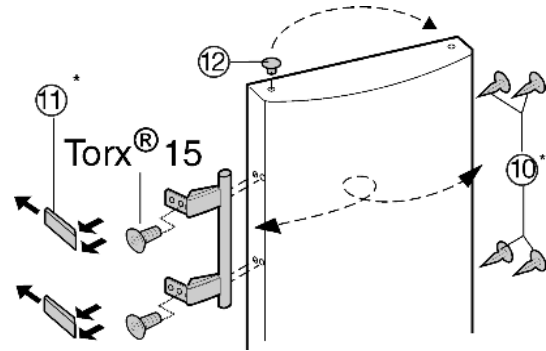

Fig. 8
- ▶ Az ajtó csapágyperselyéből emelje ki és helyezze át a tömítéseket Fig. 8 (12).
- ▶ Szerelje le az ajtó fogantyúját, a tömítéseket Fig. 8 (10) és a nyomólemezeket Fig. 8 (11), és helyezze át az ellenkező oldalra.